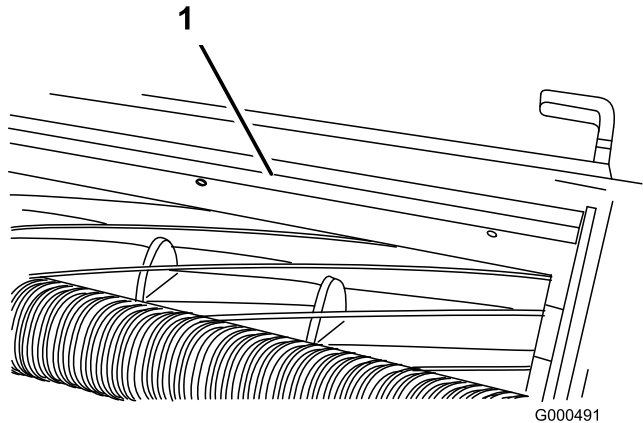

図 55
1. バー (図 55) をカッピングユニットに固定しているネジをゆるめる。